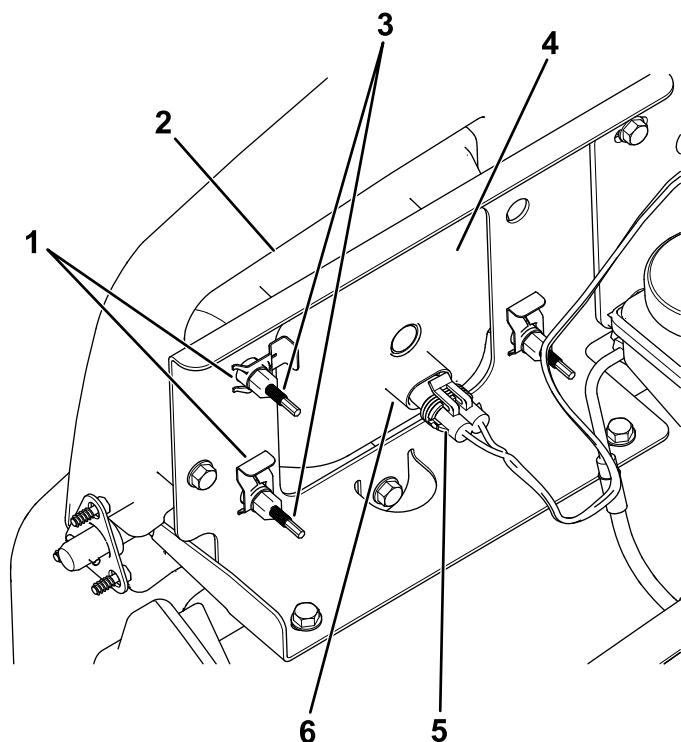

図 49
3. ランプアセンブリのコネクタから、ハーネス用のコネクタを外す 図 49。
- ヘッドライトをヘッドライトブラケットに固定しているスピードクリップを外す 図 49。
- ヘッドライトアセンブリ全体を前に押出して、前バンパーから外す 図 49。
- 取り付け穴に新しいヘッドライトを取り付ける 図 49。
- ハーネス用のコネクタを、新しいランプアセンブリのコネクタに接続する 図 49。
- ヘッドライトアセンブリの裏側部分にある調整ねじ 図 49を回してヘッドライトアセンブリの角度を変えてビームの方向を調整する。